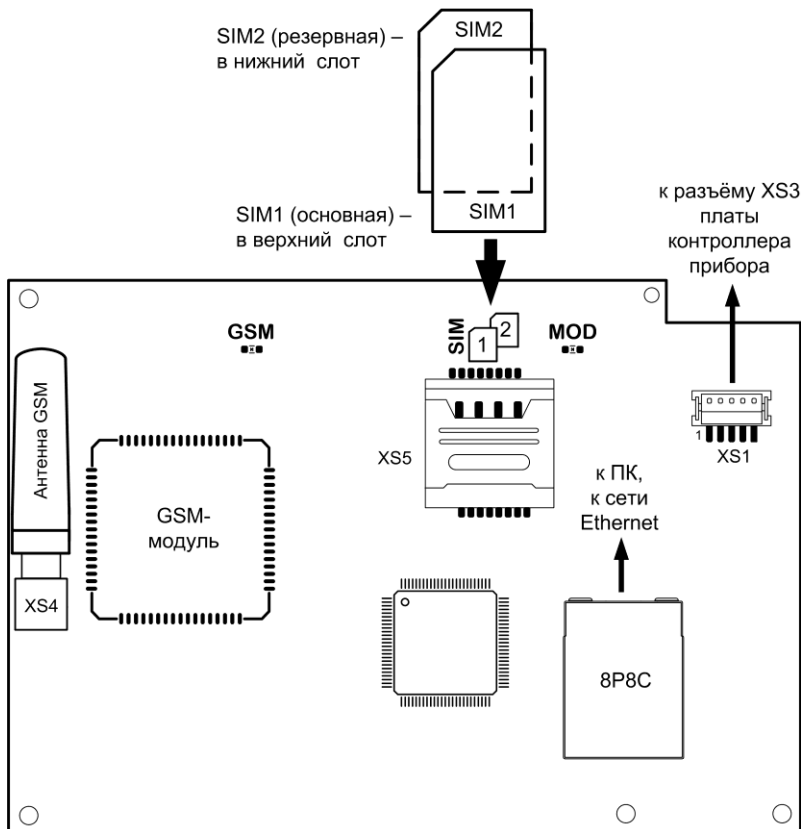

Рис.4 Внешний вид GE коммуникатора. Установка SIM-карт
- При наличии GE коммутатора подключите ethernet-кабель к розетке 8P8C и установите SIM-карту(ы) в слот XS5 GE коммутатора (см. рис.4).
SIM-карты следует подключать при **выключенном питании** прибора, контактами к плате и срезом как показано на рис.4.